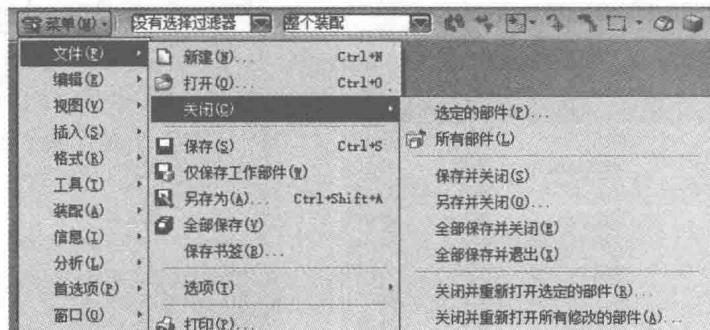

图 1-4 关闭文件菜单
(1) 完成建模工作以后,需要将文件关闭,以保证所做工作不会被系统意外修改。选择【文件】|【关闭】命令可以相应地关闭文件,如图 1-4 所示。